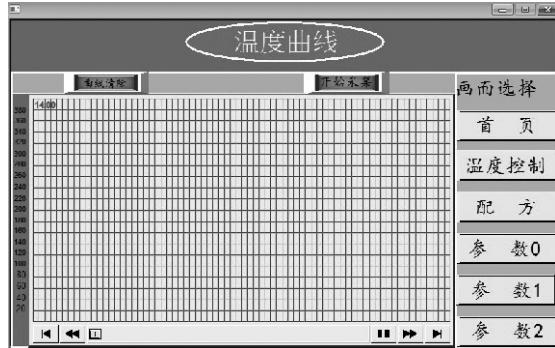

图3
1. 触摸主控制画面上的温度曲线按钮，此时温度曲线窗口如（图3）。